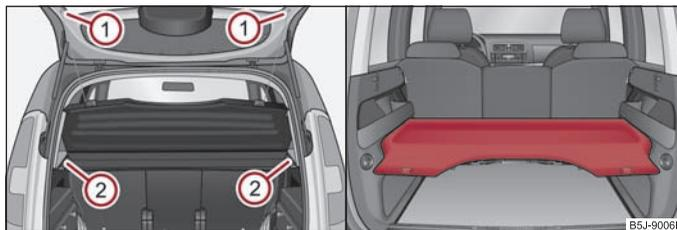

Abb. 60 Ausbau der Gepäckraumabdeckung / Gepäckraumabdeckung in der unteren Position
- Hängen Sie die Haltebänder aus ① ⇒ Abb. 60.
- Entnehmen Sie die Gepäckraumabdeckung aus der Halterung ② durch Ziehen nach hinten oder durch angemessene Schläge auf die untere Seite der Abdeckung.
- Beim Wiedereinbau schieben Sie zuerst die Gepäckraumabdeckung in die Halterung ② und hängen dann die Haltebänder ① an der Gepäckraumklappe ein.
Sie können die Gepäckraumabdeckung auch in der unteren Position auf den Stützelementen anbringen ⇒ Abb. 60 rechts.